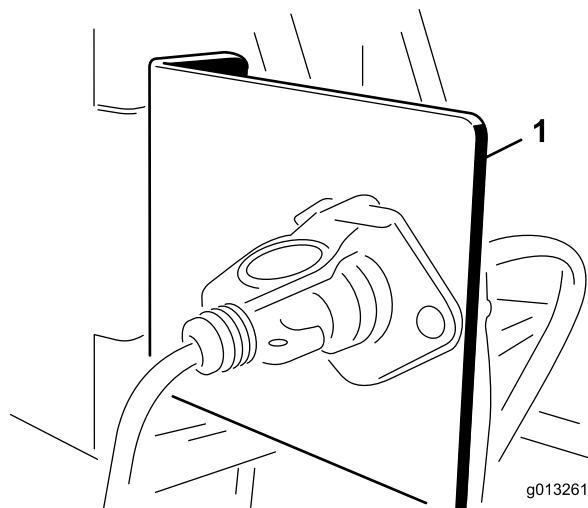

図 8
1. 電気ソケットブラケットを牽引車両後部の適当な場所に取り付け固定する付属のブラケット2種類のうちの1つを使用する 図 8。